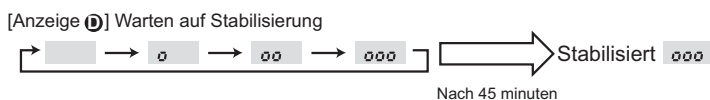

Fig. 8-3
- ③ Drücken Sie zur Bestätigung der Einstellung die **FILTER** () -Taste. (Fig. 8-3)